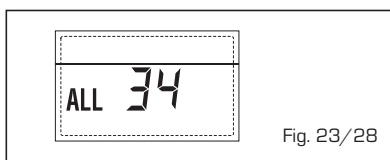

Fig. 23/28
**- ANOMALIA COMUNICAÇÃO PLAQUETA RS-485 E PLAQUETA RS-485 "ALL 35" (fig. 23/29)**